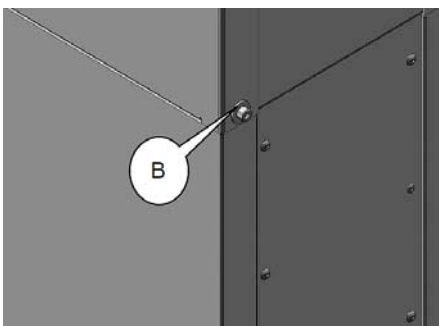

Fig.12: Fijación de la cepilladora de superficies y regruesadora
Paso 9: la cepilladora de superficies y espesores con la ayuda de los tornillos y arandelas (B, Fig.12) en el bastidor de la base de la máquina.